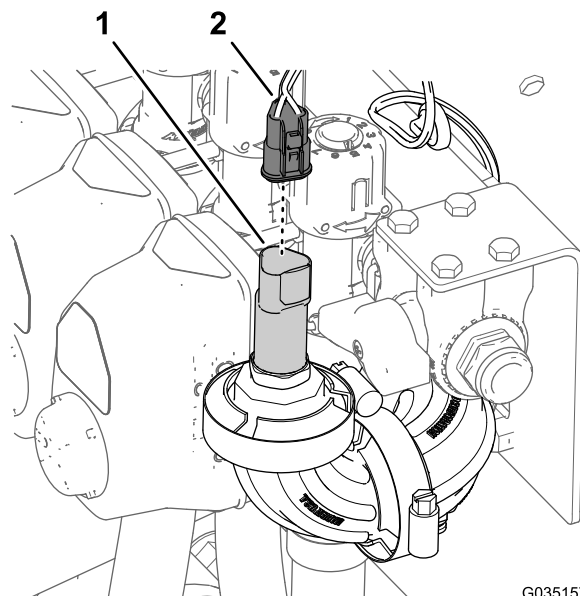

图 25
4. 对于带 ExcelsaRate 打药车系统的机器将后线束的 3 插槽接头与压力传感器的 3 针接头断开图 25。